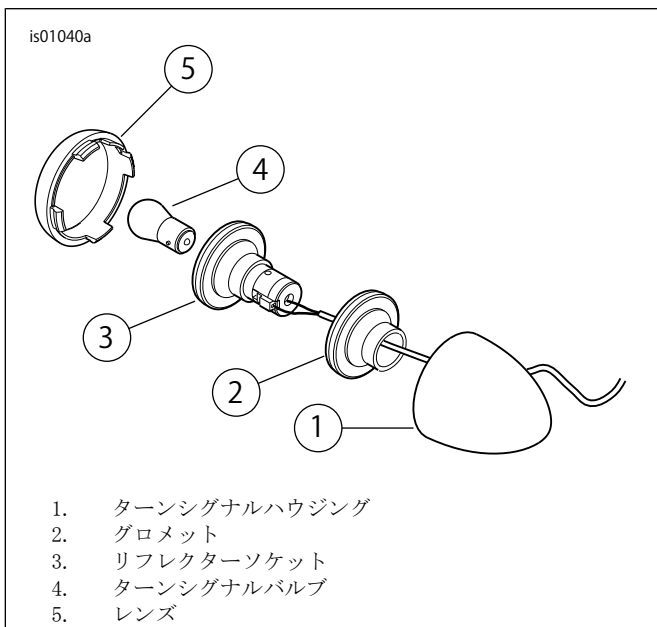

図5。フロントターンシグナル
3. ターンシグナル配線がハンドルに組み込まれている2012年以降のDynaモデル: 「図5」を参照。次のようにターンシグナルのリフレクターソケットを交換する。